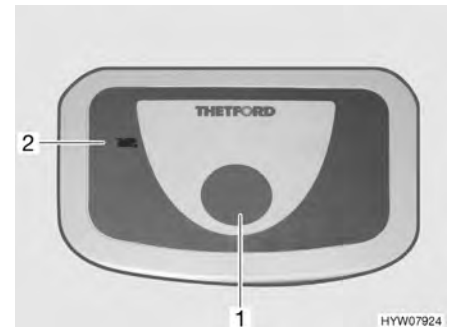

Bild 192 Spolknapp/kontrollampa Thetford-toalett
- För att spola, tryck på den blå spolknappen (Bild 192,1).
Kontrollampan (Bild 192,2) lyser när Thetford-kassetten måste tömmas.